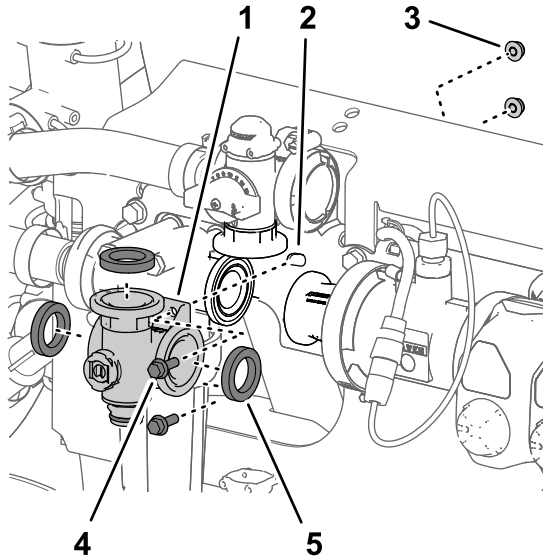

Figure 114
- Retirez les 2 boulons à embase ($\frac{1}{4} \times \frac{3}{4}$ po) et les 2 contre-écrous à embase ($\frac{1}{4}$ po) qui fixent le collecteur de vanne d'agitation au support de vanne (Figure 114).
- Déposez le collecteur de vanne d'agitation et les joints de la machine (Figure 114).